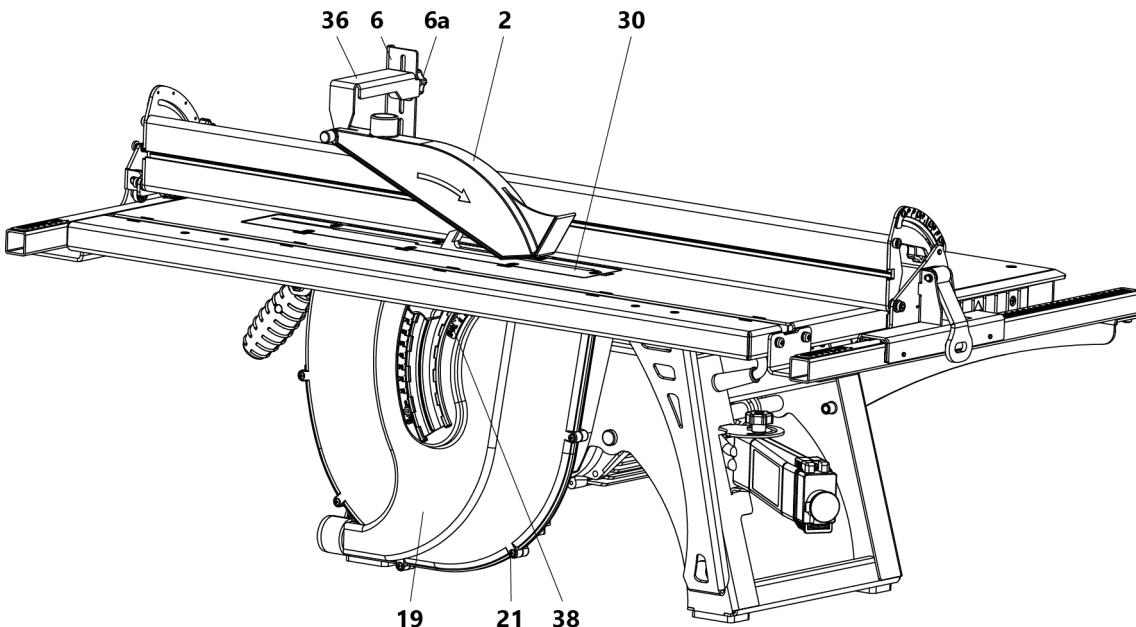

Рисунок 18. Конструкция станка в режиме фрезерования дисковой фрезой
Перед началом работы следует произвести подготовку и наладку станка (рис. 18):
- установить и отрегулировать положение вставки 30 относительно дисковой фрезы (рис. 18).